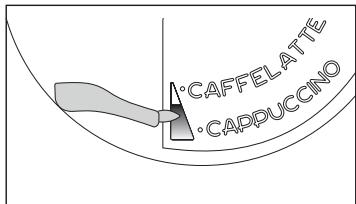

Рис. 41
- ▶ Поместите регулятор вспенивания (С1) между надписями «CAPPUCINO» и «CAFFELATTE» на крышке колбы для молока. Количество пенки можно изменить, двигая регулятор по направлению к надписи «CAFFELATTE» для получения более плотной пены. Перемещение регулятора на направлению к надписи «CAPPUCINO» обеспечивает менее плотную пену (рис. 41).